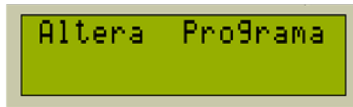

Figura 8.17: Altera programa.
Pressionando (OK) será exibida a tela com os programas disponíveis para alteração, a primeira opção é para o programa 0. Com as teclas (+) e (-) é possível selecionar os programas na ordem crescente e decrescente respectivamente. Estão disponíveis 16 programas diferentes, os programas são numerados de 0 a 15. A Figura 8.17 ilustra a tela de exibição do programa 0.